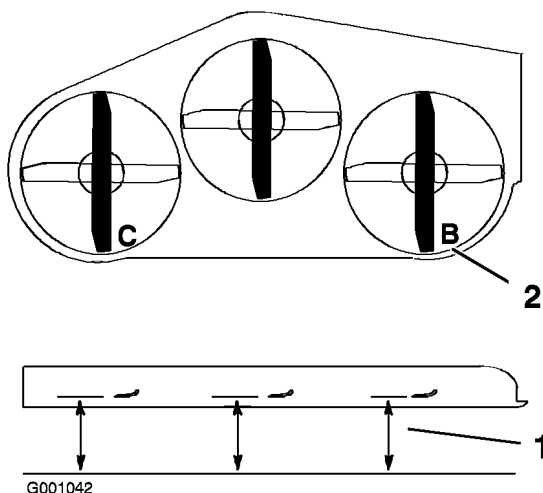

Bild 67
1. Stellen Sie das **rechte** Schnittmesser in Längsrichtung (Bild 67).
2. Messen Sie das rechte Messer an der Stelle **B** von einer ebenen Oberfläche bis zur Schnittkante der Messer (Bild 67).
4. Stellen Sie das linke Schnittmesser in Längsrichtung (Bild 67).
5. Messen Sie das linke Messer an der Stelle **C** (Bild 67) von einer ebenen Oberfläche bis zur Schnittkante der Messer.